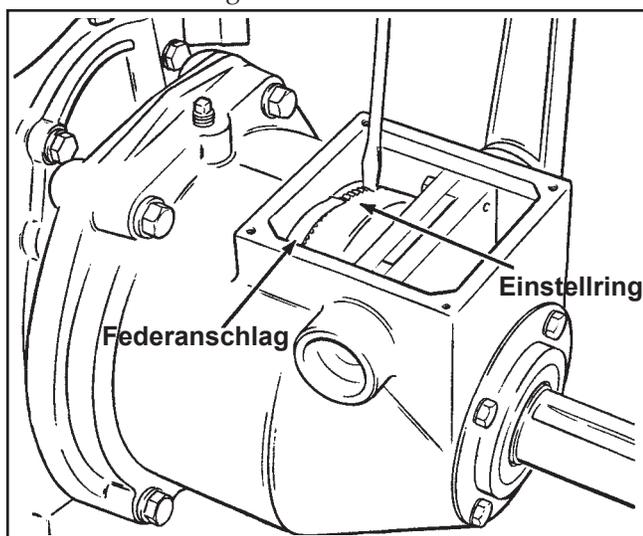

Abbildung 12-2. Einstellung der Kupplung.
1. Die Kupplung auskuppeln und das Schild entfernen. Mit einem großen Schraubenzieher den Einstellring im Uhrzeigersinn um jeweils eine Rasterposition drehen, bis ein starker Druck für das Einkuppeln der Kupplung erforderlich wird. Siehe Abbildung 12-2. Der Einstellring ist federbelastet und darf nicht gelöst werden, bevor die Einstellung ausgeführt wird. Der Federanschlag darf nicht mit einem Hebel entfernt werden, seine Öffnung sollte nicht mit Gewalt herbeigeführt werden.